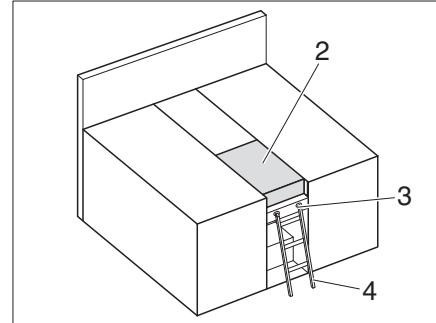

Fig. 172 Cama de matrimonio
- Colocar los cojines adicionales (Fig. 172,2).
Para subir a la litera superior se ha de utilizar la escalera de ascenso equipada de serie (Fig. 172,4).
- Enganchar la escalera de ascenso (Fig. 172,4) con los largueros en el soporte (Fig. 172,3) en el panel.